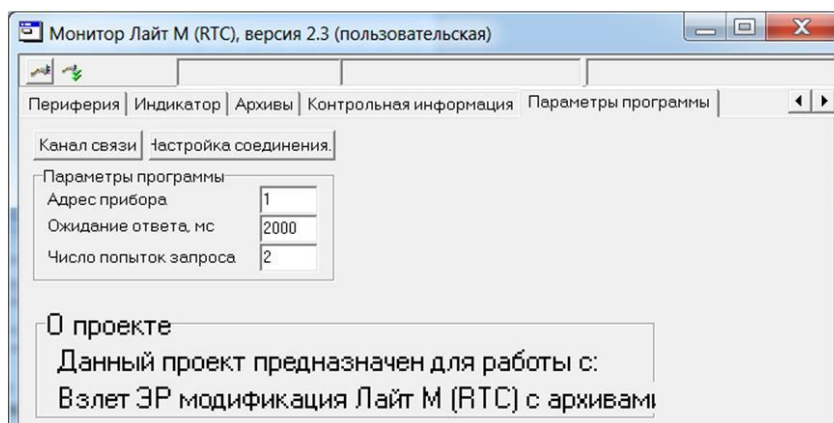
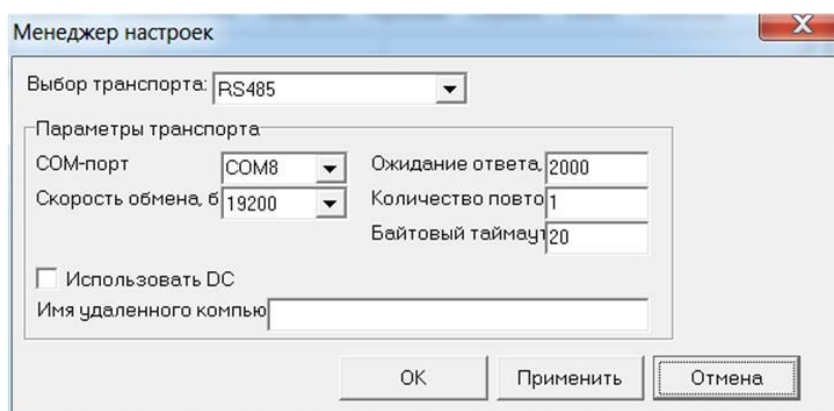

Рис.5. Вид вкладки «Параметры программы».
Рис.6. Вид окна «Менеджер настроек».
2.1.2. Перейти на вкладку **Параметры программы** в главном окне программы «Монитор» (рис.5) и удостовериться, что для параметра **Адрес** установлено значение 1 (как при выпуске из производства).
Нажать кнопку <**Настройка соединения**> (рис.5). В открывшемся окне **Менеджер настроек** (рис.6) установить требуемые значения параметров связи: